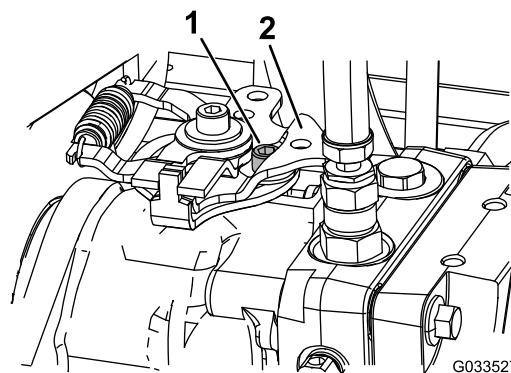

Figure 41
3. Sur la pompe hydraulique de déplacement (à l'intérieur), déposez la tringlerie de commande du bras de commande (Figure 41).